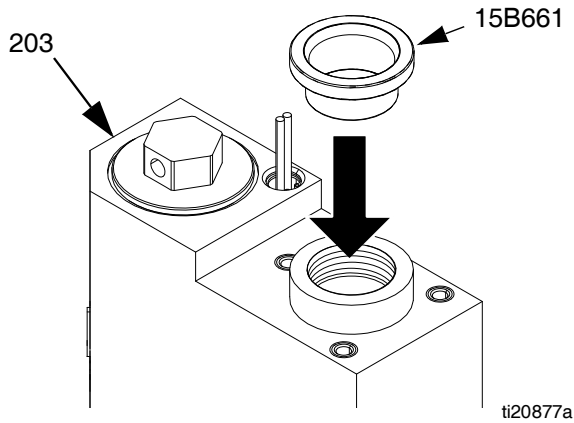

図 30
1. シールを鋭いネジから保護するために、シール設置ツール 15B661 をスロートのポアに配置します。図 30 のように設置します。
7. 保持ナット (235) を取り付けます。図 30 のように設置します。